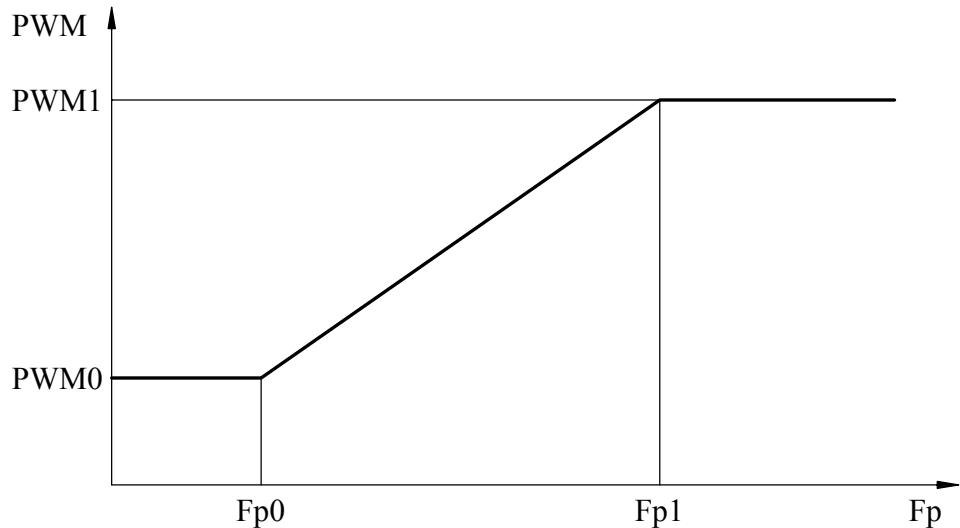

Рис. 8. Зависимость выходного относительного напряжения от частоты и табличных параметров.
3.8.7. Тип 4 – параметры кривой выходного относительного напряжения ($PWM=f(Fp)$) (рис.8).